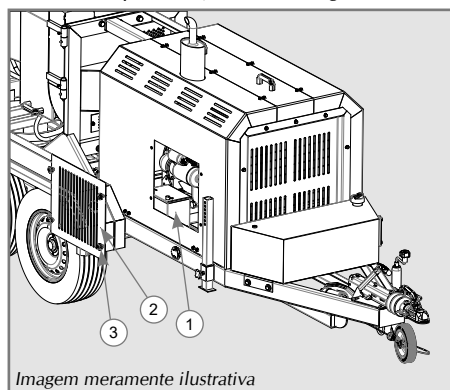

Figura 8
- ✓ No TR 2000 para ligar a bateria (1) proceda da seguinte forma:
- Abra a tampa (2) de acesso ao motor, soltando os manípulos de fixação (3) e conecte os cabos negativo e positivo em seus respectivos lugares. Após fixar os cabos, certifique-se de que a bateria está bem fixada. Monte novamente a tampa (2) usando os manípulos (3) que devem ser bem apertados, conforme Figura 8.